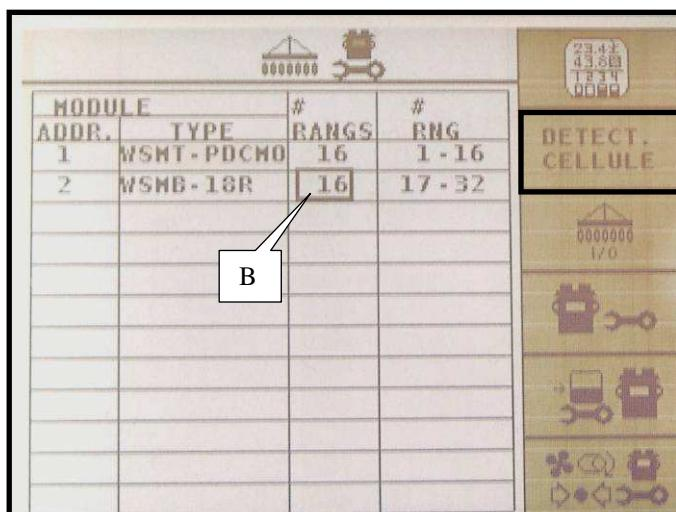

Fig. 3
- Entrer le nombre de rangs B associés à chaque module (Fig.3).
- Input the number of rows B associated to each module (Fig.3).
- Geben Sie die Zahl von mit jedem Modul verbundenen Reihen B (Abb.3) ein.
- Entre el número de líneas B asociadas a cada módulo (Fig.3).